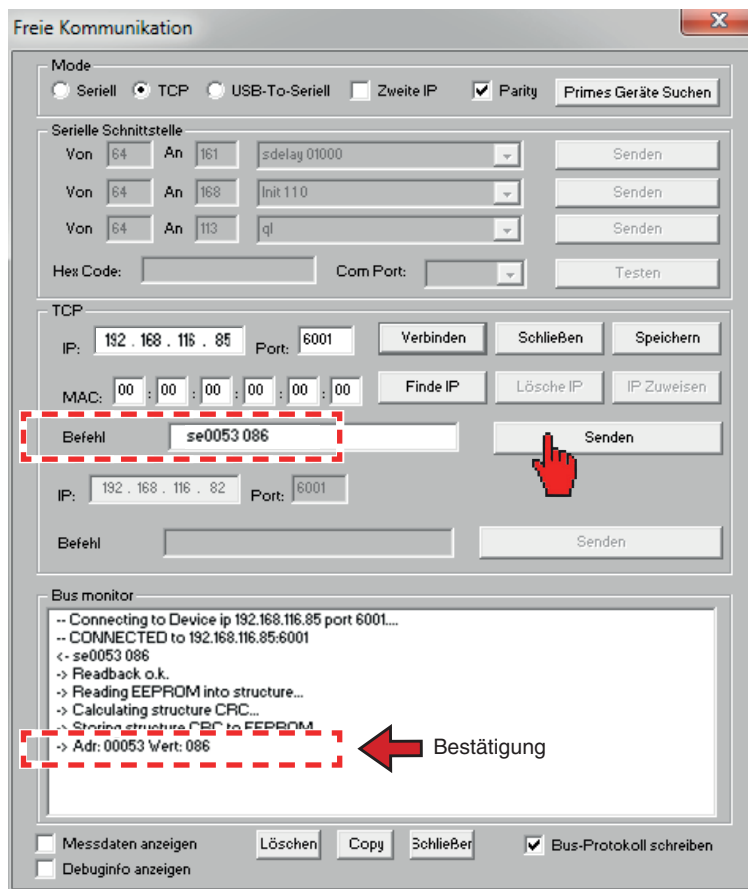

Abb. 12.2: Ändern der IP-Adresse im Menü *Freie Kommunikation*
8. Klicken Sie auf **Senden** und warten Sie die Bestätigung im Busmonitor ab (in Abb. 12.2 „-> Adr:00053 Wert: 086“)